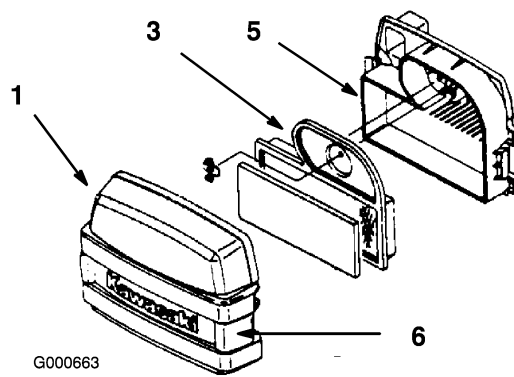

Bild 34
3. Reinigen Sie den Bereich um den Luftfilter herum, um zu verhindern, dass Schmutz in den Motor fällt und Schäden verursacht. Lösen Sie beide Seitenriegel und nehmen die Luftfilterabdeckung ab (Bild 34).
4. Schieben Sie den Schaumeinsatz vorsichtig vom Papiereinsatz herunter (Bild 34).
5. Schrauben Sie die Flügelmutter los und entfernen Sie den Papiereinsatz (Bild 34).
1. Waschen Sie den Schaumeinsatz mit Flüssigseife und warmem Wasser (Bild 34). Spülen Sie den sauberen Einsatz gründlich.
1. Schieben Sie den Schaumeinsatz vorsichtig auf den Papiereinsatz (Bild 34).
2. Schieben Sie die Luftfiltergruppe auf das Luftfilterunterteil und drehen die Flügelmutter auf (Bild 34).
3. Setzen Sie die Luftfilterabdeckung auf und verriegeln Sie sie (Bild 34).